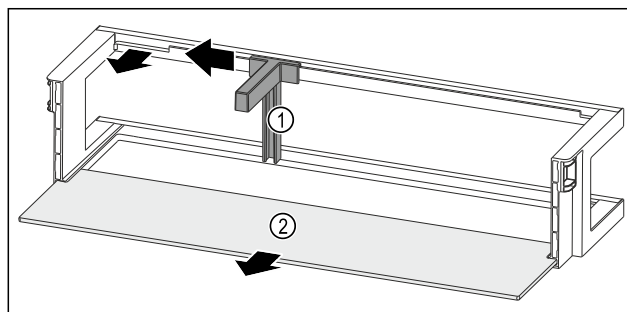

Fig. 82 Dvevní přihrádka s držákem lahví a odkládací plochou
- Držák lahví Fig. 82 (1) posuňte na stranu až k vybrání.
- Držák lahví Fig. 82 (1) odeberte.
- Odkládací plochu Fig. 82 (2) odeberte.